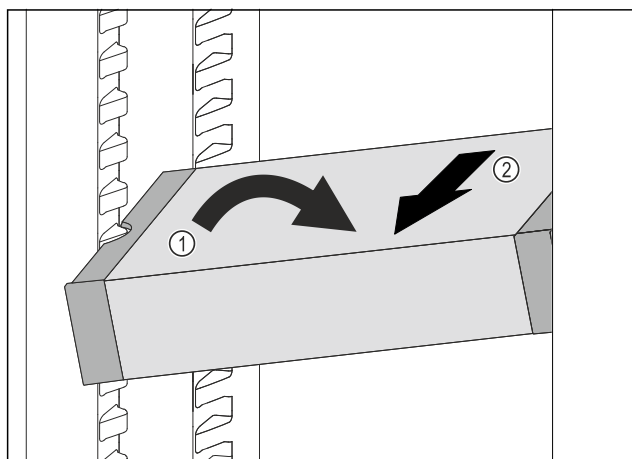

Fig. 112
- ▶ Incliner le VarioSafe dans la partie réfrigérateur. Fig. 112 (1)
- ▶ Sortir le tiroir VarioSafe par l'avant. Fig. 112 (2)